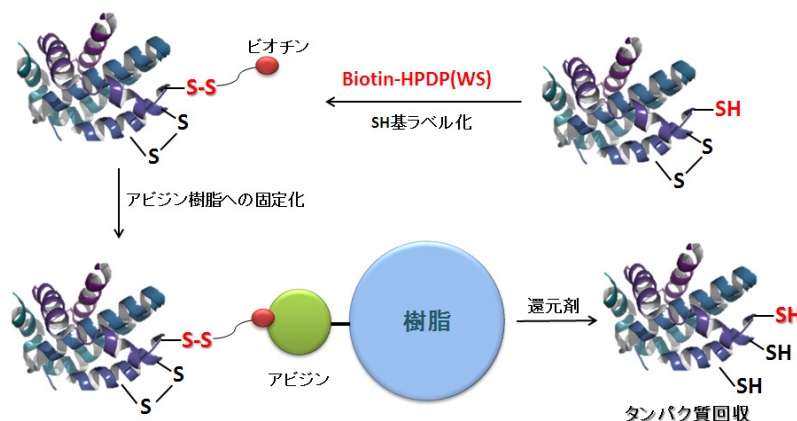

図 1 Biotin-HPDP(WS) によるチオール修飾およびタンパク質回収
Biotin-HPDP(WS) は、Biotin-HPDP (製品コード B573) を改良した新しい水溶性ビオチンラベル化剤です。Biotin-HPDP は、タンパク質のスルフィドリル (SH) 基に可逆的なジスルフィド結合を介してビオチンを導入することができる試薬です。このジスルフィド結合は、還元剤によって容易に切断できるため、アビジン固定化樹脂などを用いたビオチンラベル化タンパク質の精製に有用です (Fig.1)。また、このような特性から、ニトロシル化、スルフィドリル化、パルミトイル化などのタンパク質のチオール修飾解析 (Biotin Switch Assay) に汎用されています。